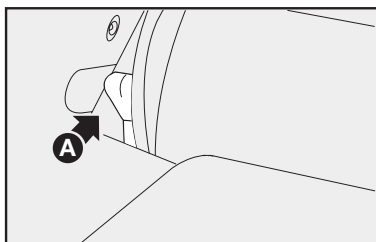

fig. 110
5) Destruvar o encosto do banco agindo sobre as alavancas laterais **A-fig. 110** do mesmo, na direção da seta;